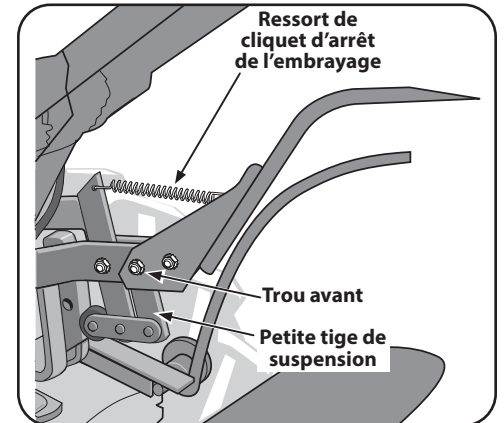

Figure 3-10
6. Tirez le levier de la PDF des dents et des roues vers l'arrière pour aligner les trous avant des plaques de pivot avec ceux des plaques du levier. Alignez aussi la douille qui se trouve à l'intérieur de l'articulation courte. Installez le boulon, la rondelle en étoile et l'écrou, puis serrez bien le tout. Serrez bien les autres pièces de quincaillerie. Assurez-vous que le ressort est bien installé aux deux extrémités. L'assemblage doit être comme illustré à la Figure 3-10.